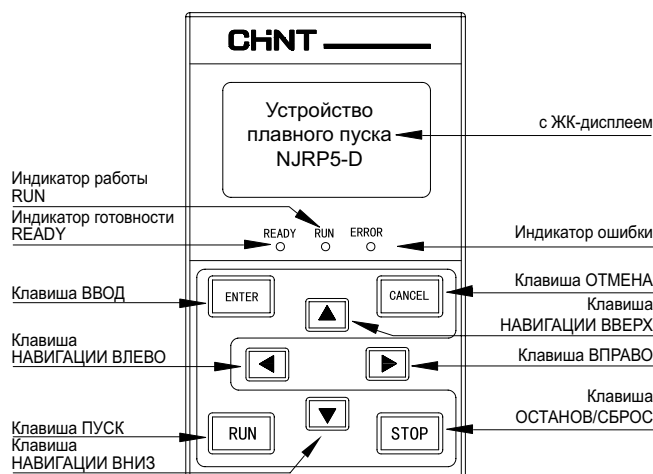

Рисунок 6.1a). Внешний вид панели управления
- ▶ Рисунок 6.1a): внешний вид панели управления.